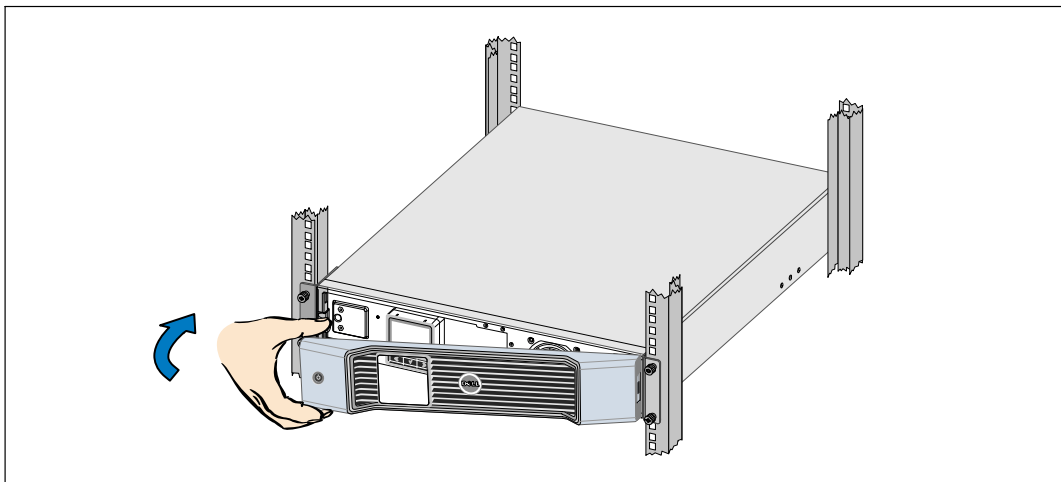

Рис. 37. Установка передней крышки ИБП
- 8 Установите на место переднюю крышку ИБП (см. Рис. 37).